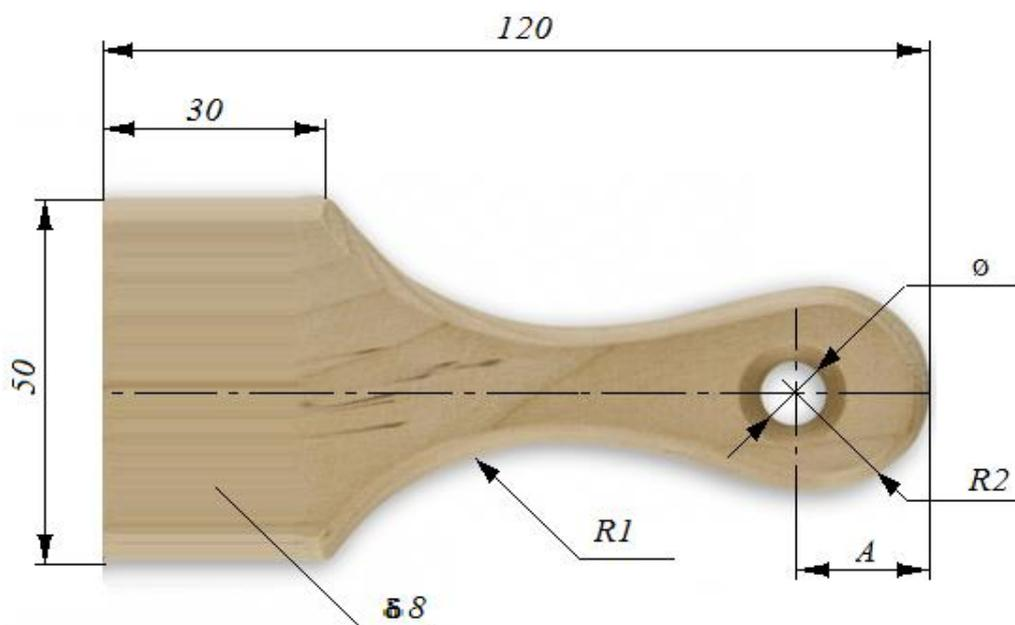

Рис. 1. Образец изделия
1. По предложенному образцу, разработайте чертеж изделия $M1:1$ - "малярная кисть" (Рис.1). Чертеж оформляйте на формате А 4, с указанием рамки и основной надписи.